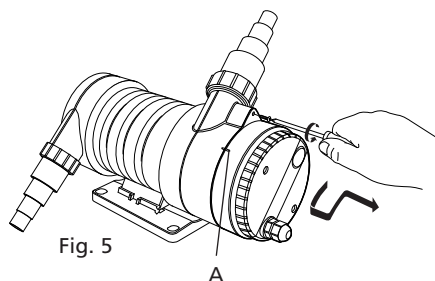

Fig. 5
- i) Wyjąć wkręt mocujący głowicę elektryczną (patrz rys. 5). Przekreślić głowicę w lewo (kierunek przeciwny do ruchu wskazówek zegara), wyciągnąć. A następnie przekreślić w prawo (zgodnie z ruchem wskazówek). Głowicę można wówczas łatwo wyciągnąć z korpusu.
- v) Zmontować głowicę z korpusem. Posługując się znacznikami ustalającymi (patrz rys. 5) docisnąć razem obie części, przekręcając w lewo, aż zaskoczą, po czym przekręcić w prawo. Występ na wkręcie powinien znaleźć się we właściwym miejscu, aby umożliwić zamocowanie wkrętu ustalającego.